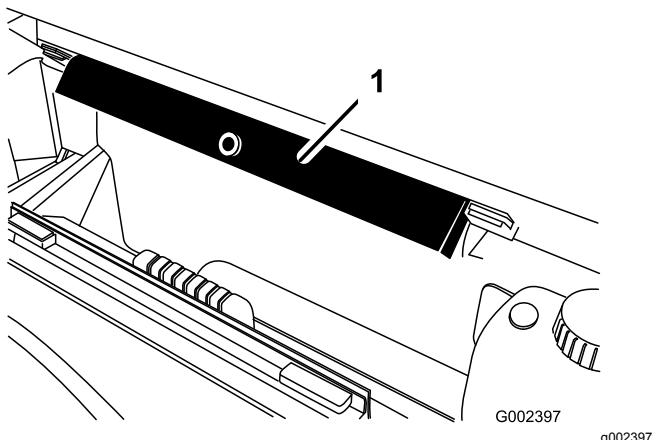

図11
- ROPSパネルの後ろについている保管用ブラケットから荷台サポート安全サポートを取り外す図11。